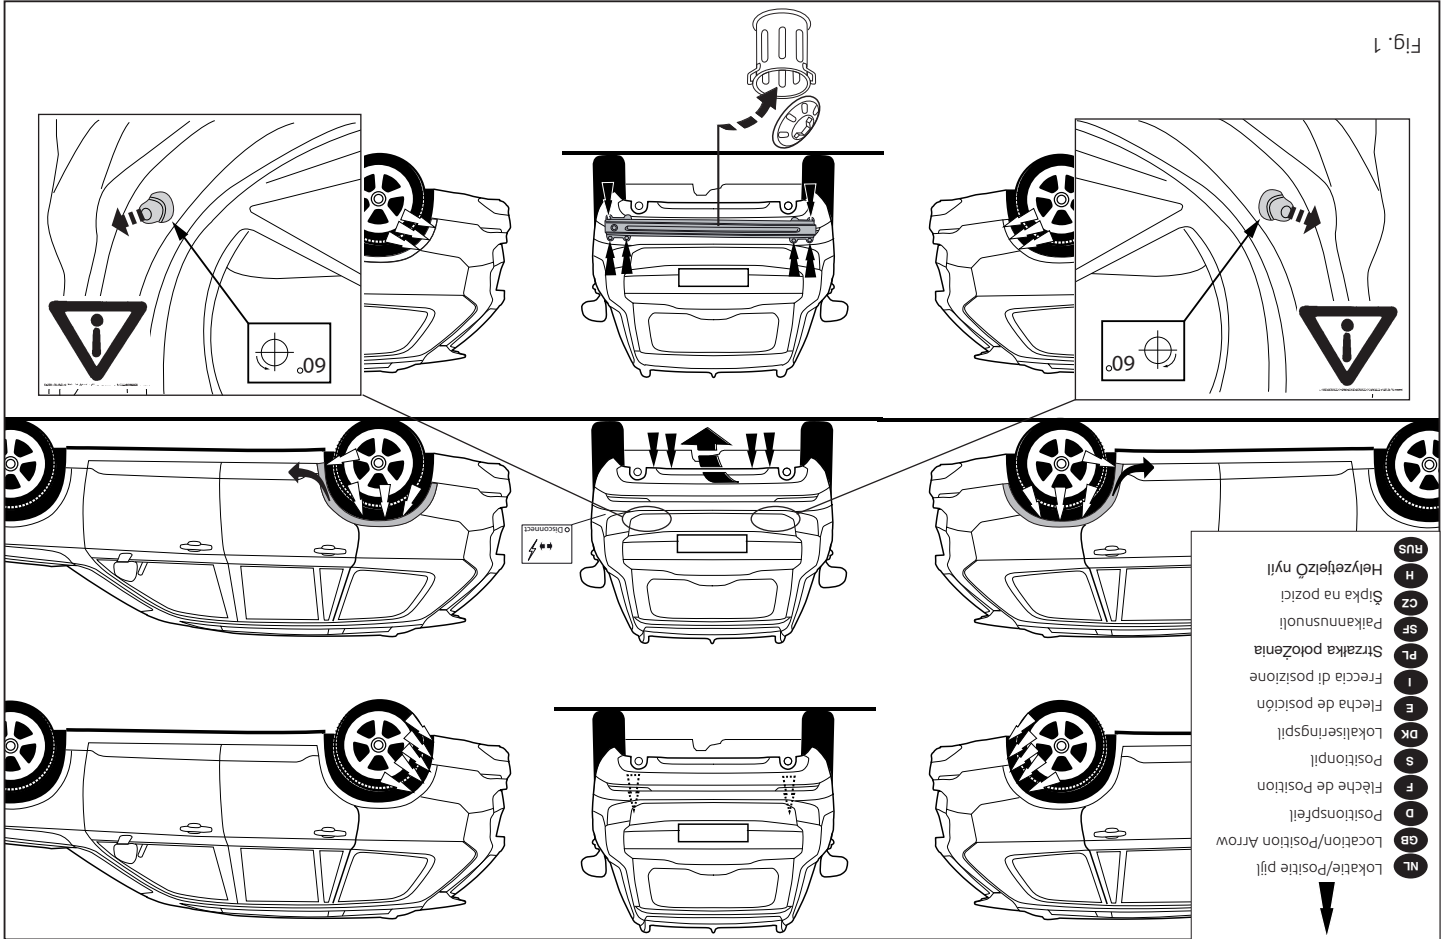

Fig. 1
1. Demonteer de bumper inclusief de stalen stootbalk van het voertuig. De stootbalk wordt niet meer gebruikt. (zie fig. 1, 1a)
1. Remove the bumper and the steel buffer beam from the vehicle. The buffer beam will no longer be needed. (see fig. 1, 1a).
1. Die Stoßstange einschließlich des stählernen Stoßbalkens vom Fahrzeug abmontieren. Der Stoßbalken wird nicht mehr benötigt (siehe Abb. 1).
verse ne sera plus utilisée (voir la fig.1).
stötranden förfaller (se fig. 1).
1. Demonter kofangeren, inklusive køretøjets stålstødbjælke. Denne bliver overflødig (jævnfør fig. 1).
1. Снять бампер вместе со стальным буферным брусом автомобиля; буферный брус больше не понадобится (см. рис. 1).